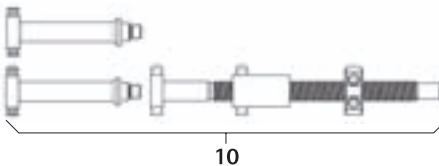

Fig. 16
- Montar el distractor de husillo **10**, ver Fig. 16.